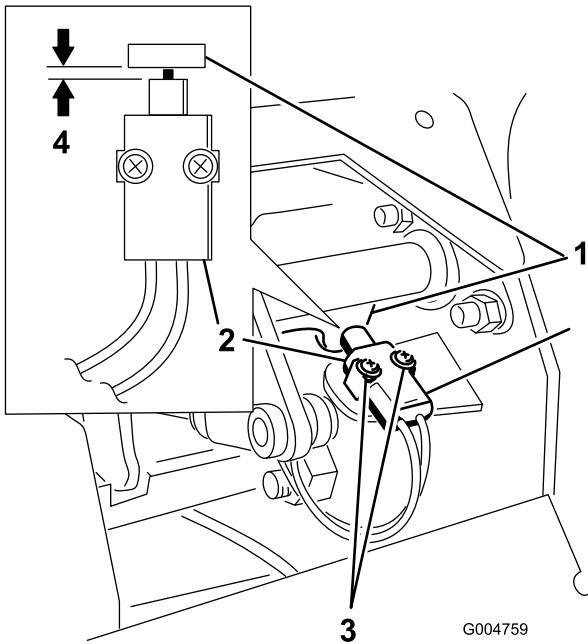

Figure 55
- 4. Rapprochez le contacteur de la languette sur l'axe de frein, jusqu'à ce qu'ils soient espacés de 0,4 à 1 mm (Figure 55).